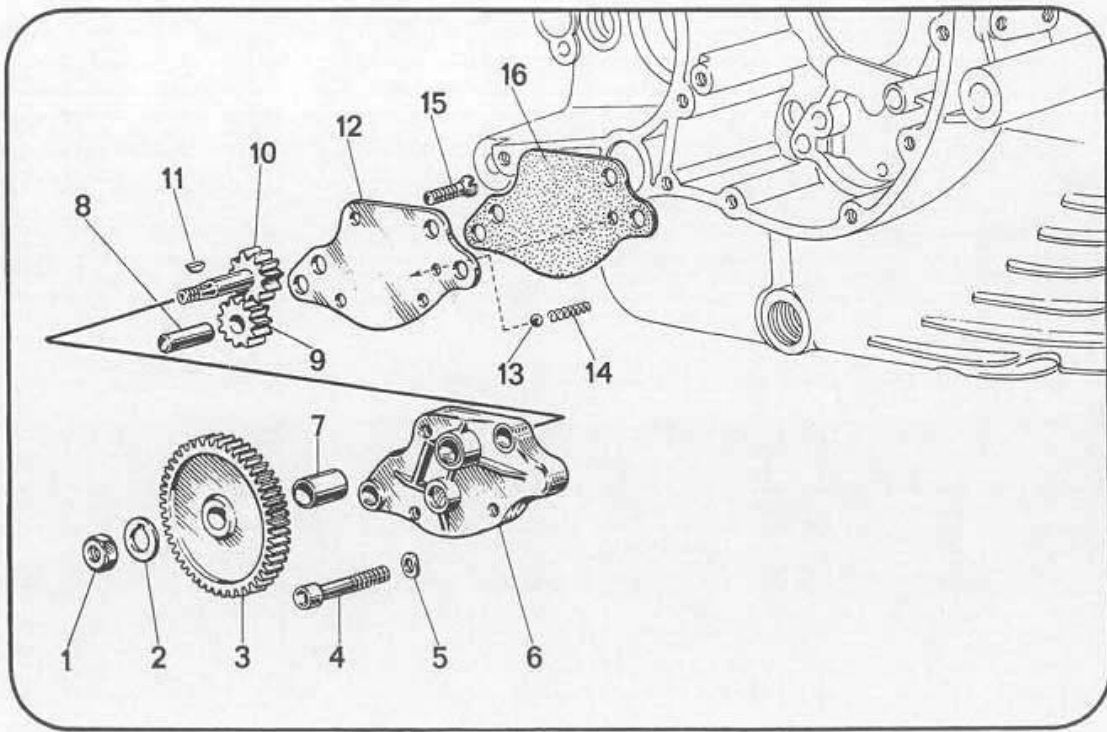

Fig. 8
**LB****LUBRIFICAZIONE****LUBRICATION****POMPA** (vedi fig. 8)
**PUMP** (see fig. 8)
È comandata dall'albero motore per mezzo di una coppia di ingranaggi cilindrici (vedi fig. 8).
It is driven by the crankshaft by means of two spur gears (see fig. 8).